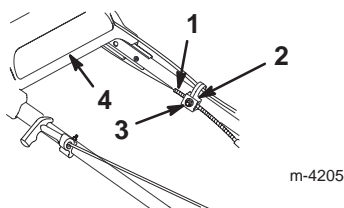

Figure 28
3. Desserrez l'écrou du support de guidage du câble (Fig. 28).
5. Repoussez la partie supérieure du mancheron le plus loin possible en arrière, appuyez sur la patte de commande du câble d'autotraction et abaissez la gaine du câble (vers la tondeuse) pour éliminer le mou du câble (Fig. 28).
6. Serrez l'écrou du support de guidage du câble (Fig. 28).